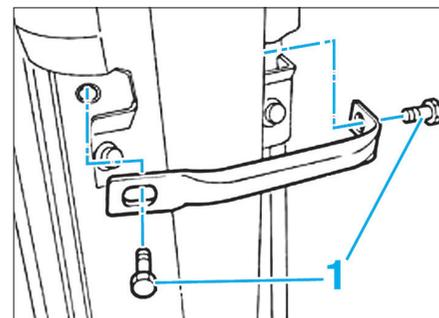

FIG. 14
- Déposer les vis de fixations (1) puis le shunt de tension de la ceinture de sécurité (Fig.14).